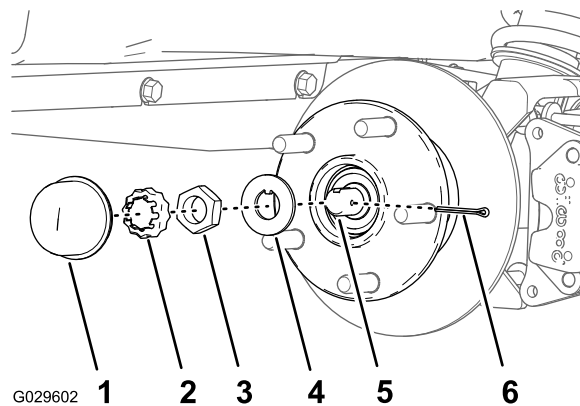
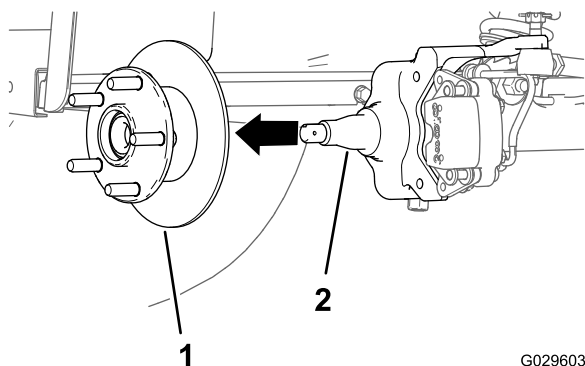

Рисунок 30
Рисунок 31
4. Снимите пылезащитную крышку со ступицы (Рисунок 30).
5. Снимите шплинт и держатель гайки со шпинделя и гайки шпинделя (Рисунок 30).
6. Снимите гайку шпинделя со шпинделя и отделите ступицу и ротор в сборе от шпинделя (Рисунок 30 и Рисунок 31).